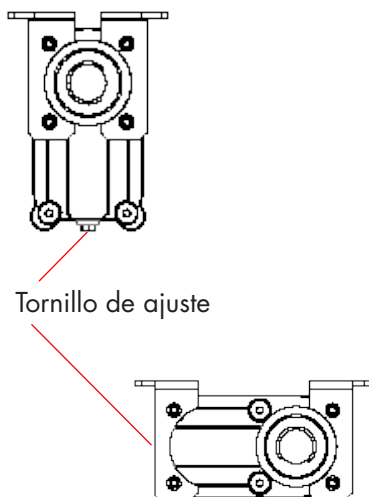

Fig. 6
**IMPORTANTE:** Durante el montaje del amortiguador radial haga atención que el tornillo de ajuste quede accesible una vez montado (véase fig. 6).